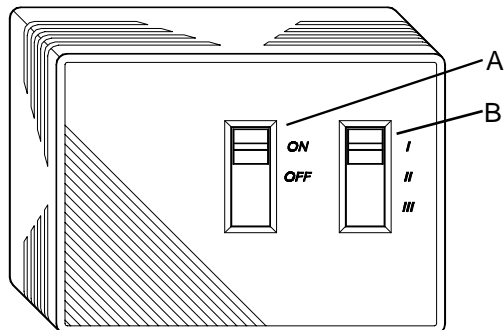

Fig. 1 Aspetto esteriore / External aspect
Questo dispositivo (Fig. 1) permette, attraverso due commutatori, il controllo a distanza di un fan-coil a tre velocità. Tramite l'interruttore (A) si attiva o disattiva il motore del fan-coil, mentre tramite il commutatore (B) si seleziona una delle tre velocità.
This interface (Fig. 1) is properly designed for a remote control of fan-coils. With control (A) the user can turn on or off the motor. With the further selector (B) the user selects the fan speed.